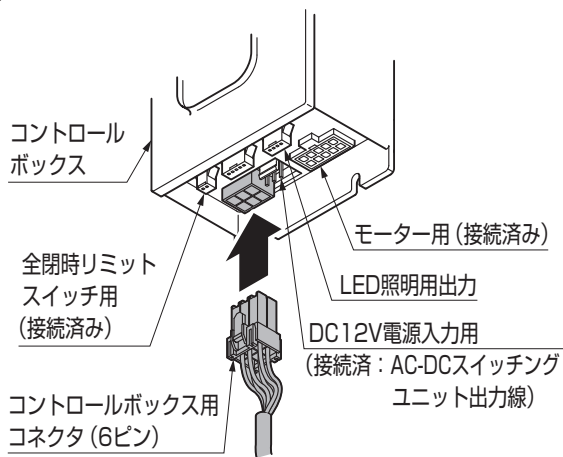

図11-3 コントロールボックス用コネクタの接続
- ①機器接続配線のコントロールボックス用コネクタ (6ピン) を電動支柱 (主柱) のコントロールボックス横の長穴に通し、コントロールボックスに接続してください。(図11-3参照)